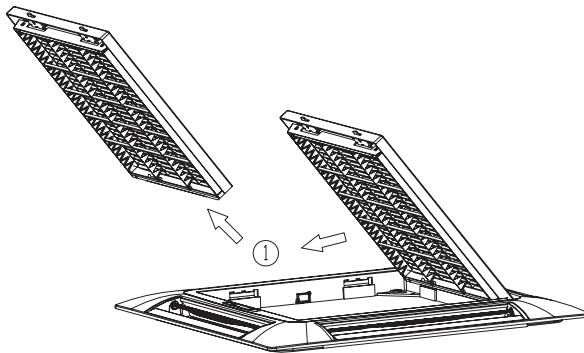

Abb.23
2. Wenn das Gitter ganz geöffnet ist, entfernen Sie es in die Richtung, die in Abb. 23 angegeben ist.